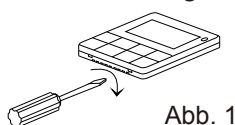

Abb. 1
- Wie in Abb.1 dargestellt, ziehen Sie mit mehreren Flachkopfschrauben die untere Nut des Steuerkabels leicht an (zu viel Kraft könnte die Leiterplatte beschädigen) und ziehen Sie sie nacheinander an, um die hintere Abdeckung zu schließen.
- Nach dem Anschluss des Verbindungskabels an den Hauptkörper der verkabelte Steuerung, wie in Abb. 1 dargestellt. 3) Installieren Sie das Hauptkörperteil gemäß den folgenden Schritten: